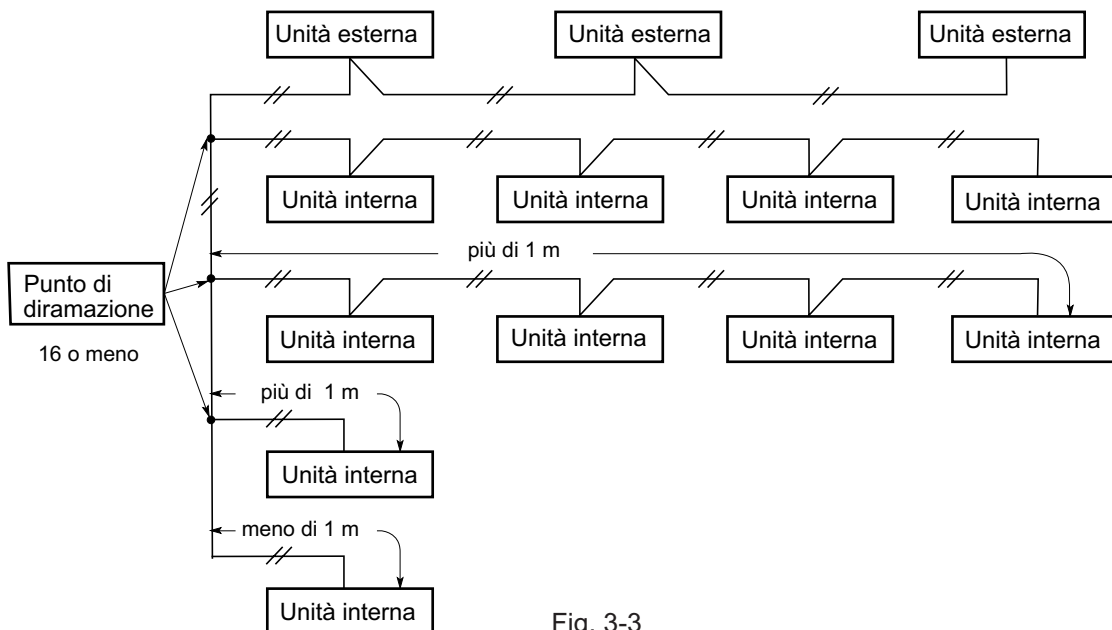

Fig. 3-3
(4) Se si effettua la diramazione dei fili di comando inter-unità, il numero di punti di diramazione deve essere 16 o inferiore. (Le diramazioni di meno di 1 m non sono comprese nel numero totale di diramazioni). (Fig. 3-3)